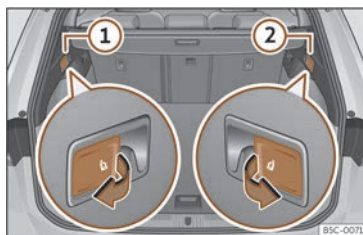

Fig. 106 Dans le coffre à bagages : leviers de déverrouillage du dossier arrière.
- Tirez le levier de déverrouillage à distance de la partie gauche >>> **fig. 106** ① ou droite ② du dossier dans le sens de la flèche. La partie débloquée du dossier arrière se rabat automatiquement vers l'avant.